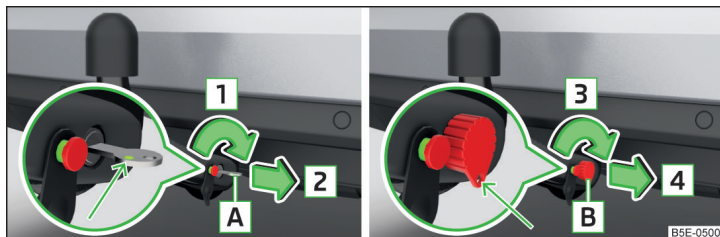

Fig. 302 Bloquear cerradura: Variante de llave 1 / variante de llave 2
- Gire la llave [A] en el sentido de la flecha [1] de manera que la marca verde muestra hacia arriba » fig. 302.
- Gire la llave [B] en el sentido de la flecha [3] de la manera, que la argolla de llave muestra hacia abajo » fig. 302.